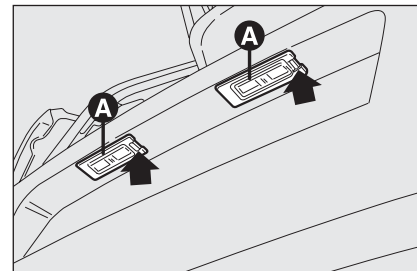

fig. 28
- agir sur le point indiqué par la flèche et enlever le groupe transparent **A**-fig. 28;